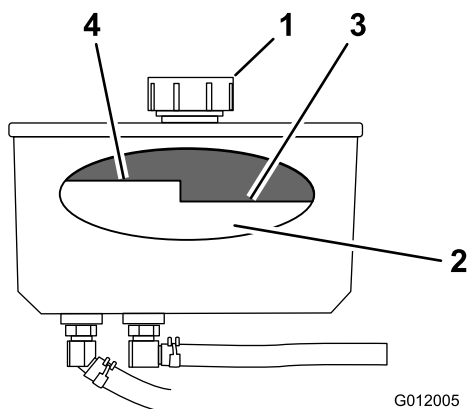

Figura 73
4. Limpe a zona em torno da tampa e do tubo de enchimento do depósito hidráulico (Figura 73).
5. Retire a tampa do tubo de enchimento. Observe o interior para verificar o nível de óleo no reservatório. (Figura 73).